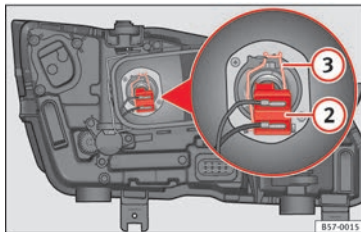

Fig. 103 Dans le compartiment moteur : ampoule des feux de croisement.
3. Retirez le connecteur » **fig. 103** **2** de l'ampoule.
4. Décrochez le ressort entrebâilleur » **fig. 103** **3** en le pressant vers l'intérieur et vers la droite.